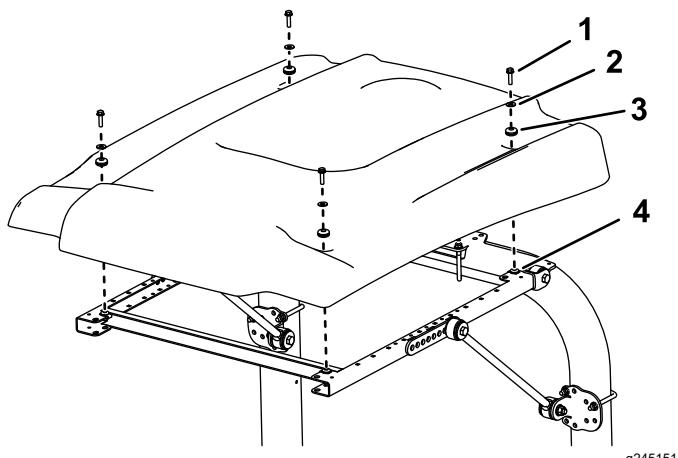

Figure 45
9. Lors de l'alignement des trous de fixation, positionnez le pare-soleil sur le cadre comme montré à la Figure 45.
10. Fixez légèrement chaque coin du pare-soleil au cadre avec un boulon à embase ($5/16$ " x $1\frac{1}{4}$ "), une petite rondelle et une bague (Figure 45).